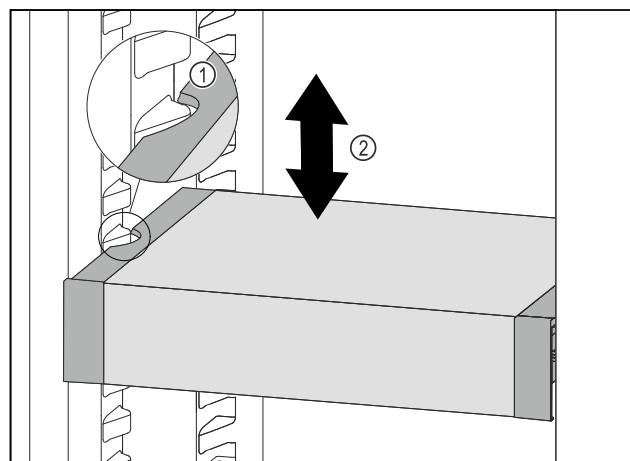

Fig. 75
- VarioSafe ťahajte dopredu, dokým sa bočné vybrania VarioSafe nebudú nachádzať vo výške rebra nádoby v chladničke. Fig. 75 (1)
- VarioSafe v chladničke presúvajte nahor alebo nadol, dokým sa dosiahne požadovaná výška. Fig. 75 (2)